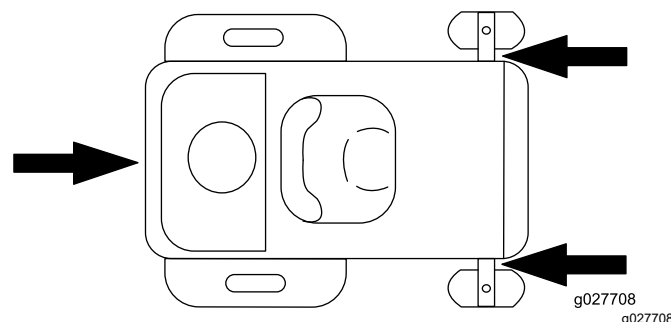

Figure 40
- Arrimez solidement la machine sur la remorque ou le camion à l'aide de sangles, chaînes, câbles ou cordes. Utilisez uniquement les quatre points d'attache désignés de la tondeuse : deux à gauche et deux à droite (Figure 40). Utilisez ces points même pour transporter la tondeuse équipée d'un accessoire. L'utilisation de points non désignés risque d'endommager la tondeuse et/ou l'accessoire.